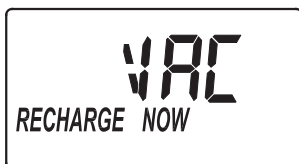

FIG. 21
1. Mantenga oprimido el botón CLEAN (Limpiar) durante unos segundos, hasta que destelle la frase "RECHARGE NOW" (Recargar ahora) en la pantalla, como se ilustra en la Fig. 21.